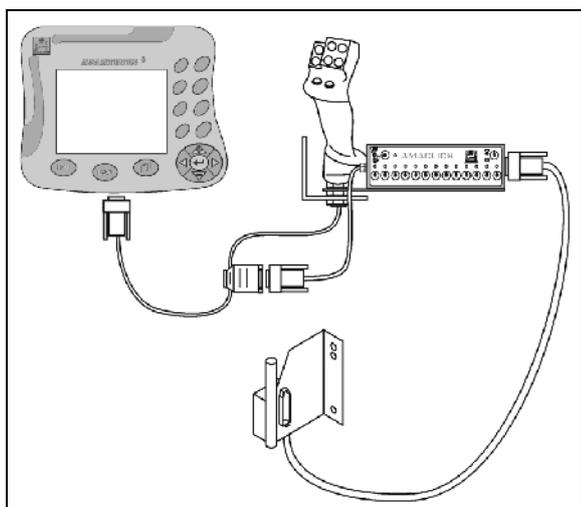

Fig. 133
- avec la poignée multifonctions comme présenté en Fig. 133.